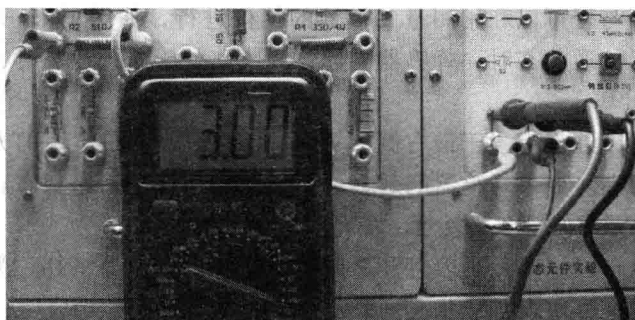

图 1-16 测量电流方向与实际方向一致
2) 将直流电压档位打到 20mA 档,红、黑表笔应串联进入被测电路,若红色表笔到黑色表笔方向为电流实际电流方向,测量电流结果为 3.00mA,如图 1-16 所示。